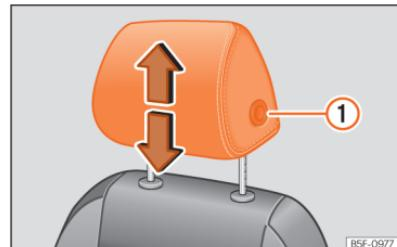
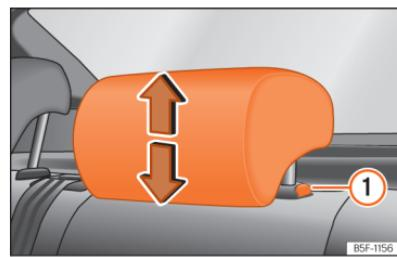

Fig. 75 Banco dianteiro: regulação do encosto de cabeça.
Fig. 76 Encosto de cabeça traseiro: ajuste do encosto de cabeça.
- Agarre o encosto de cabeça com ambas as mãos pelos lados e empurre para cima até o encaixar na posição desejada. Para baixá-lo, proceda da mesma forma, pressionando o botão lateral (1) »» Fig. 75, »» Fig. 76.